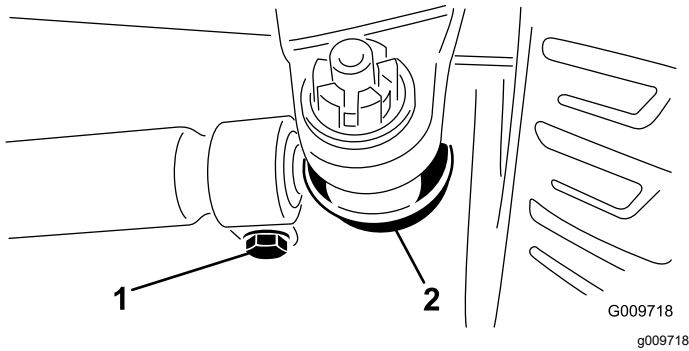

Figure 109
4. Desserrez les fixations aux deux extrémités des biellettes (Figure 109).